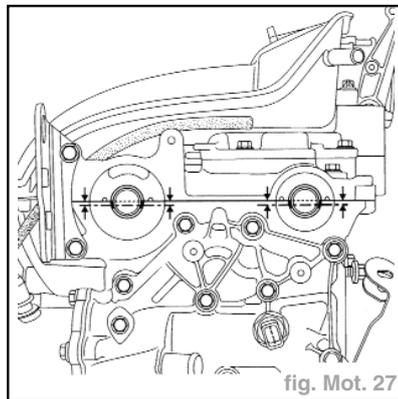

fig. Mot. 27
- Positionner les rainures des arbres à cames horizontalement à l'aide du **Mot. 799-01** (fig. Mot. 27).
- Positionner les rainures des arbres à cames à l'aide du **Mot. 799-01** comme indiqué sur la fig. Mot. 27.